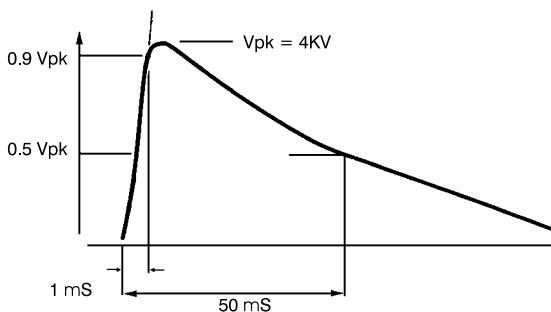

fig. 1
Les circuits des pompes doseuses "FMS" intègrent une protection contre les surtensions (300 V, 150 V) et les bruits jusqu'à 4 KV sur une durée de 50  $\mu$ sec. Un pic peut être déterminé par le graphique fig. 1 ci-dessous.
-> **0000** fig.1